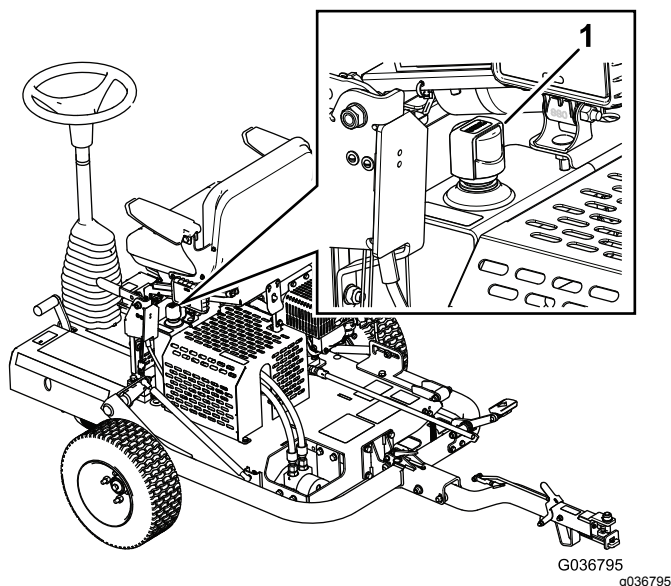

Figura 20
- Rimuovete il tappo del serbatoio idraulico e controllate il livello del fluido sull'asta di livello (**Figura 20**).